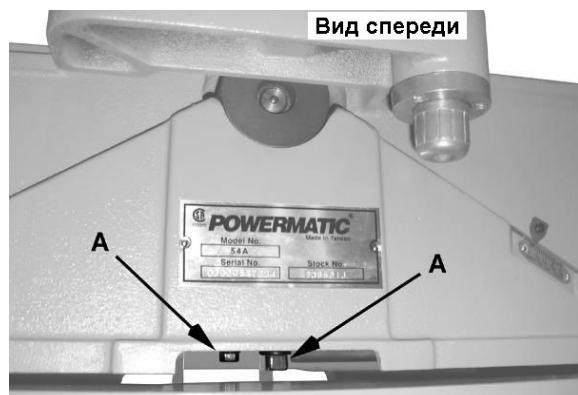

Рисунок 47
6. С помощью шестигранного ключа на 8 мм ослабьте два винта под кронштейном упора (E), которые крепят кронштейн к столу (F). Снимите **кронштейн упора** и отложите в сторону.
7. Выкрутите четыре винта и шайбы (A), которые крепят **кожух шкива (B)**. Снимите **кожух шкива**.
8. С помощью ключа на 14 мм выкрутите два винта (A, рисунок 47) и **стопорные шайбы**, которые крепят корпуса подшипников строгального вала к основанию.